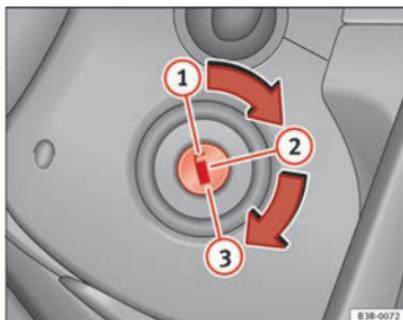

Fig. 136 Posiciones de la llave
- Gire la llave a la posición ① ⇒ fig. 136.